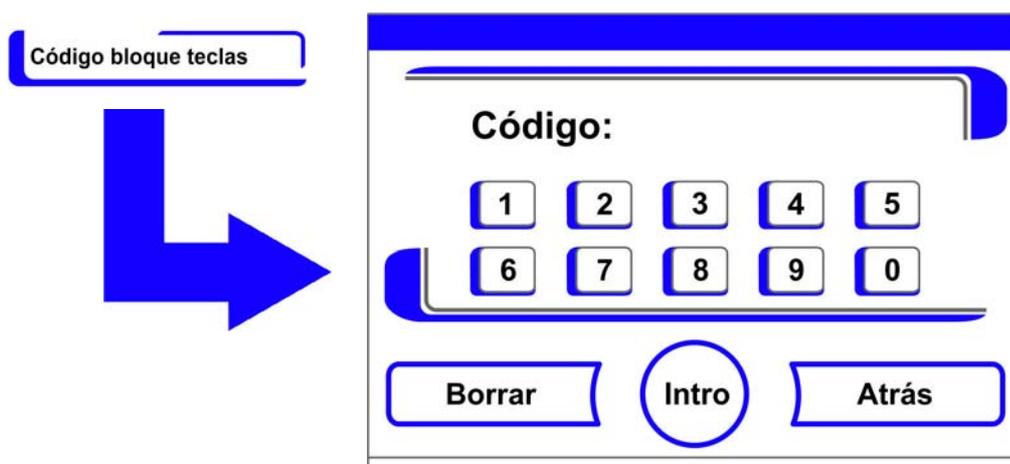

Figura 6-19. Codificar el bloqueo teclado
- Se muestra el cuadro de edición de Figura 6-19.